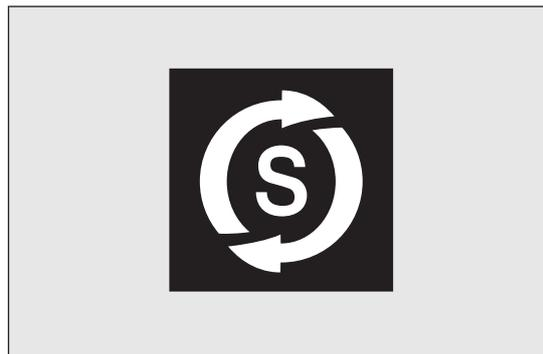

fig. 96
L'arresto del motore è segnalato dall'icona fig. 96 sul display, secondo gli allestimenti.
Nei casi suddetti è visibile il lampeggio della spia fig. 96 e, dove previsto, un messaggio informativo sul display.
- ❑ climatizzatore automatico, per consentire un adeguato livello di comfort termico oppure attivazione MAX - DEF. Con marcia inserita, il riavviamento automatico del motore è consentito solamente premendo a fondo il pedale frizione. L'operazione è richiesta al conducente dal lampeggio della spia fig. 96 sul quadro strumenti e, dove previsto, mediante il messaggio sul display.
Nelle condizioni di arresto motore mediante il sistema Start&Stop, se il conducente slaccia la propria cintura di sicurezza e apre la porta lato guida o lato passeggero, il riavvio motore è consentito solamente con la chiave. Questa condizione è segnalata al conducente sia tramite un buzzer, sia attraverso il lampeggio della spia fig. 96 sul quadro strumenti e, dove previsto, con un messaggio informativo sul display.